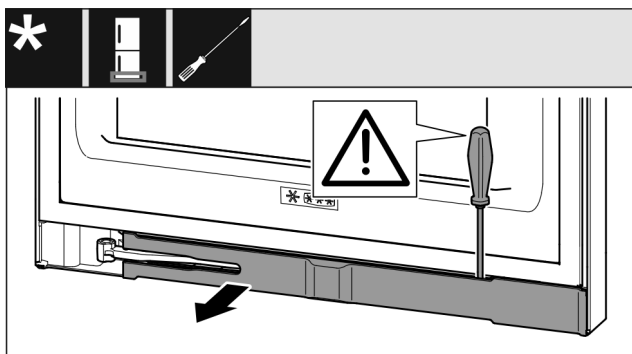

Fig. 15
- Blende mit Schlitzschraubendreher ausrasten und zur Seite schwenken. (siehe Fig. 15)